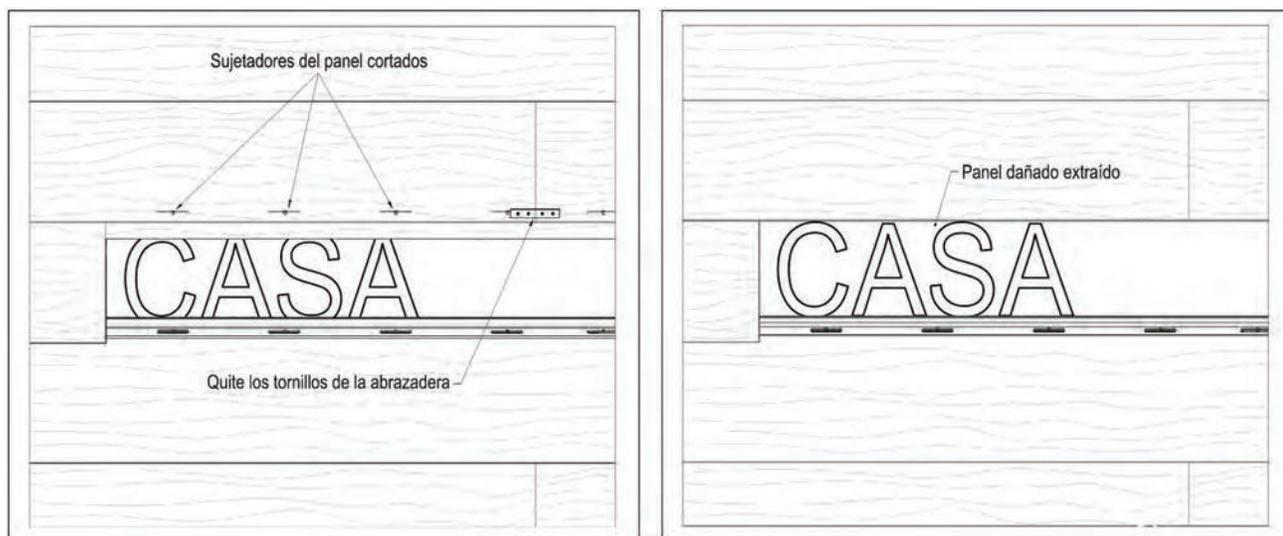

Figura 11
- Con un destornillador de punta plana, suelte las abrazaderas de costura que conectan el tablón dañado con los tablonces adyacentes (Figura 11).
- Utilice una sierra o una herramienta oscilante para cortar los sujetadores del tablón dañado y retire la parte superior (Figura 11).